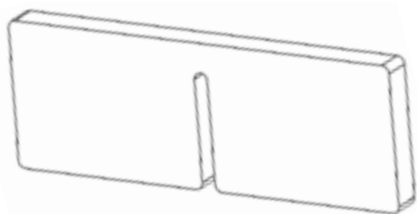

Fig. 23
2. Capovolgere la sitting box e posizionare i distanziatori in schiuma sul fondo, con la carta PSA rivolta verso l'alto. Farla scorrere sotto la doga in legno che si trova nel centro (vedere fig. 23).